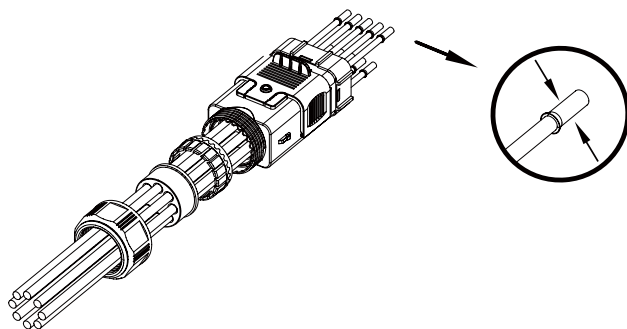

Figura 5-12
2) Premere il cavo sbucciato nel terminale tubolare, ben teso con una certa pressione e assicurarsi che sia ben teso, come mostrato nella figura 5-12: